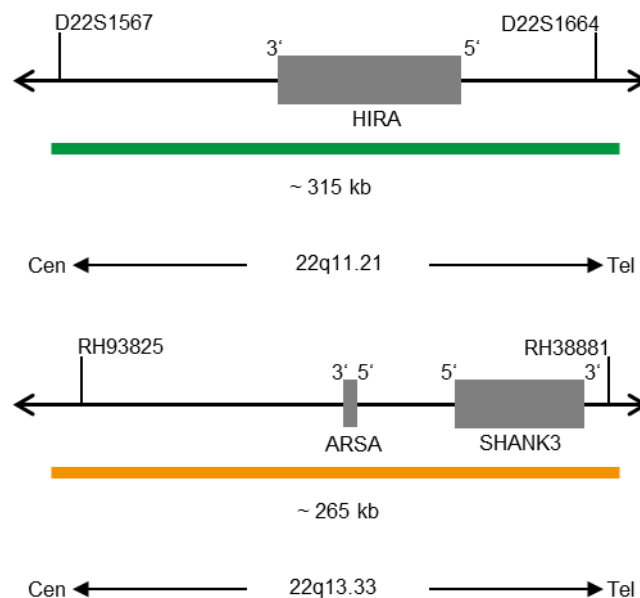

Fig. 1: Arriba: SPEC HIRA Mapa de la sonda; abajo: SPEC SHANK3 Mapa de la sonda (no está a escala)
- Polinucleótidos marcados en verde (excitación a 503 nm/emisión a 528 nm) ZyGreen (~10,0 ng/μl), dirigidos a secuencias localizadas en 22q11.21\* (chr22:19,191,435-19,506,869) que albergan la región del gen HIRA (ver Fig. 1).
- Polinucleótidos marcados en naranja (excitación a 547 nm/emisión a 572 nm) ZyOrange (~4,5 ng/μl), dirigidos a secuencias localizadas en 22q13.33\* (chr22:50,924,766-51,188,029) que albergan la región del gen SHANK3 (ver Fig. 1).